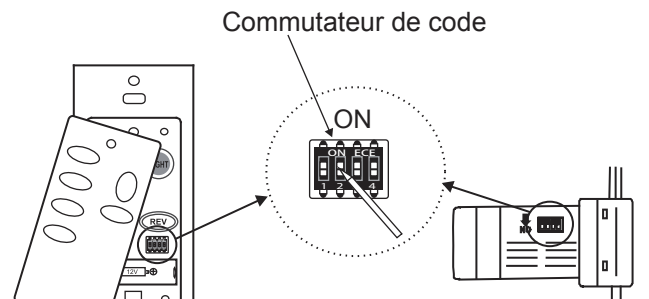

Fig. 13
**REMARQUE :** Les fréquences de votre récepteur et de l'émetteur mural ont été préréglées en usine. Avant d'installer le récepteur, assurez-vous que les commutateurs DIP du récepteur et de l'émetteur mural sont réglés à la même fréquence. (Fig. 13)